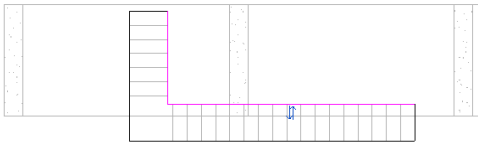

图 13-75 翻转路径
(3) 在视图中单击“翻转路径钢筋”按钮，使钢筋延伸到路径的对侧，如图 13-75 所示。